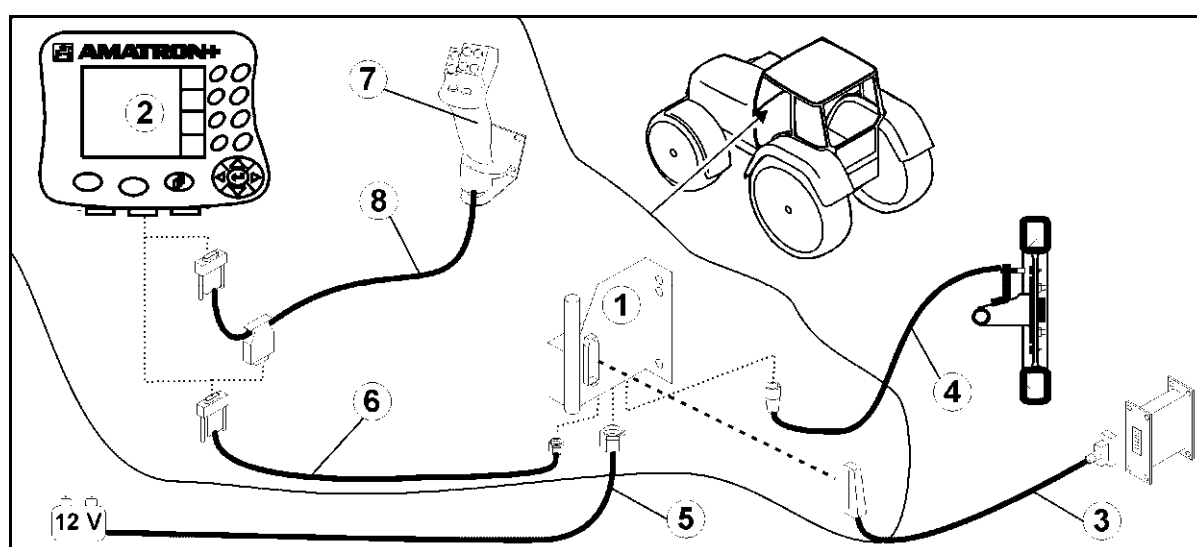
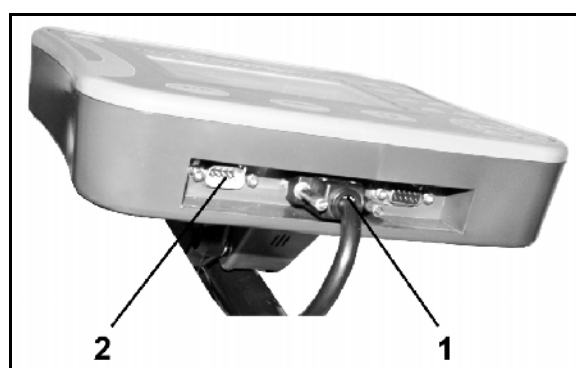

Fig. 1
Fig. 2
- Echipamentul de bază al tractorului (Fig. 1/1, consola cu distribuitor) trebuie montat pe cabină, în zona vizuală și accesibilă din dreapta șoferului, protejat împotriva vibrațiilor și conductibil electric.
- Cablul de conectare la baterie (Fig. 1/5).
- Cablu de semnal al prizei de semnal a tractorului sau al senzorului de cursă (Fig. 1/4).
- Cablu de legătură la AMATRON⁺ (Fig. 1/6).
- Fixați aparatul AMATRON⁺ (Fig. 1/2) pe echipamentul de bază al tractorului.
- Introduceți ștecherul cablului de legătură (Fig. 1/6) în priza centrală Sub-D cu 9 poli (Fig. 2/1).
- Prin intermediul ștecherului mașinii (Fig. 1/3), efectuați legătura dintre mașină și AMATRON⁺.
Maneta multifuncțională (Fig. 1/7) se va conecta prin intermediul unui cablu Y (Fig. 1/8).
- Interfața serială (Fig. 2/2) face posibilă conectarea unui calculator PDA.